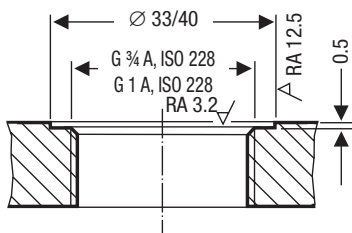

图 12
- 必须根据图 12 对法兰盖密封面进行正确的技术处理！
7. 检查密封面。图 12